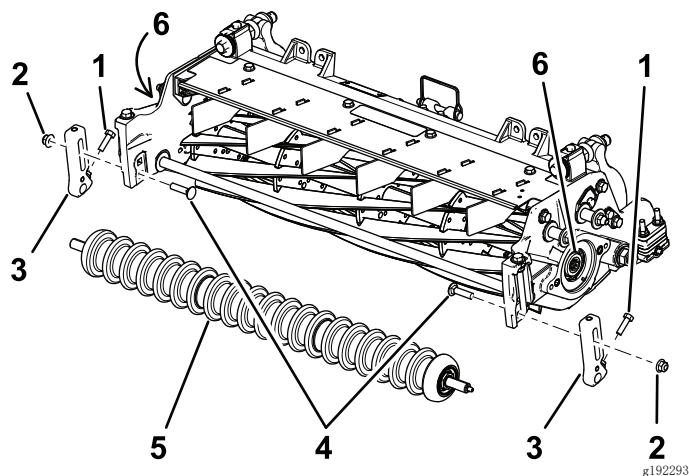

图3
2. 拆下把剪草高度（HOC）支架固定到滚刀组侧板上的托架螺栓和锁紧螺母（图3）。
3. 旋松将剪草高度支架固定至前滚筒轴上的螺丝（图3）。
4. 从滚刀组侧板上拆下现有剪草高度支架和前滚筒（图3）。
5. 使用滚刀驱动轴工具（零件号 TOR4074，用于 17.8cm 滚刀）从滚刀轴的两端卸下并丢弃现有花键插入件。请参阅 图3。